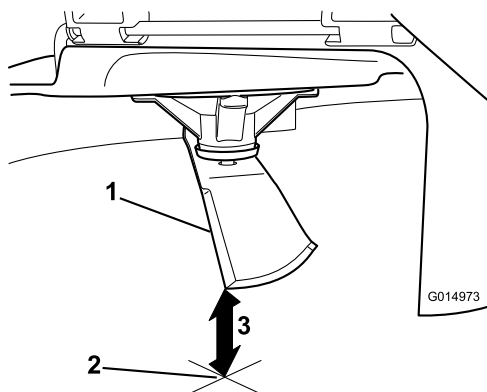

**Figura 76**
4. Ruotate la stessa lama di 180 gradi in modo che il tagliente opposto si trovi ora nella stessa posizione (Figura 76).